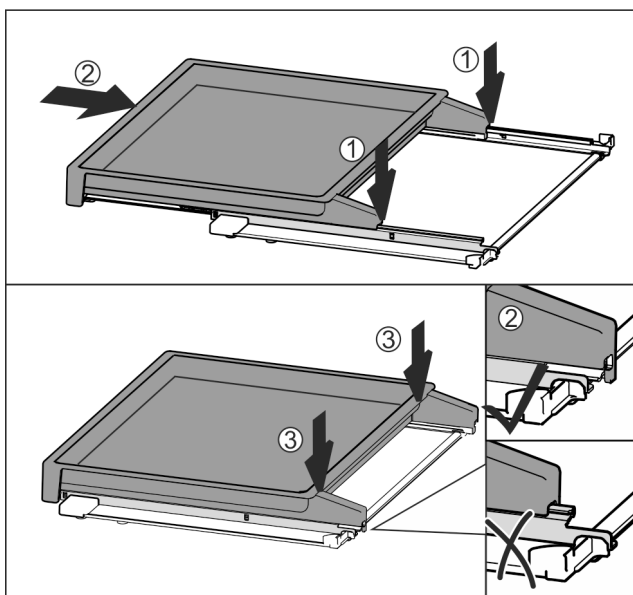

Fig. 97
- ▶ Поставете в средата върху релсите Fig. 97 (1).
- ▶ Вкарайте изцяло изтеглящата се дъска Fig. 97 (2).
- ▶ Натиснете от задната страна, докато се фиксира с щракване Fig. 97 (3).